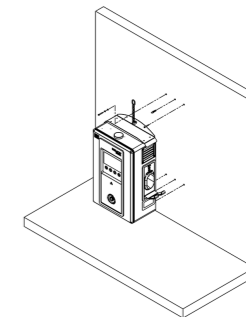

Figura 4.5: Exemplo de fixação
- Insira as seis (06) buchas plásticas de diâmetro Ø 10x50 mm nos furos.
- Inicie a fixação pela parte inferior da estrutura, através dos três (03) pontos nela existentes, utilizando três (03) parafusos sextavados M6, conforme Figura 4.5.